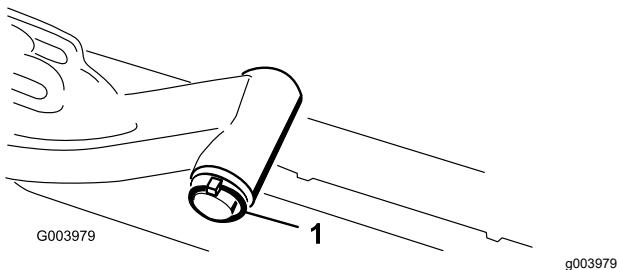

Bild 18
- A. Nehmen Sie den Klappstecker und die Scheibe ab, mit denen die Gelenkwelle des Hubarms am Hubarm befestigt ist. Schieben Sie die Gelenkwelle des Hubarms aus dem Hubarm (Bild 18).
- C. Setzen Sie die Hubarmwelle in den Hubarm ein und befestigen sie mit der Scheibe und dem Klappstecker (Bild 18).